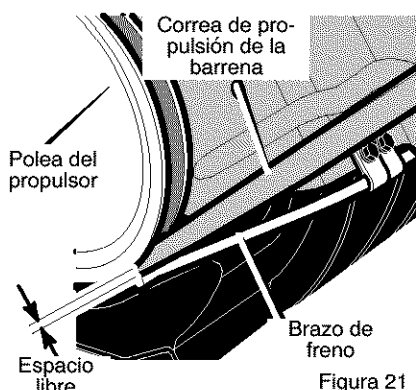

Figura 21
7. Para sacar la **correa de propulsión de la barrena** de la **polea del propulsor**, mueva el **brazo guía** a la posición de enganche. Esto le dará un **espacio libre** entre la **polea del propulsor** y el **brazo de freno** para sacar la **correa de propulsión de la barrena** (vea la Figura 21).